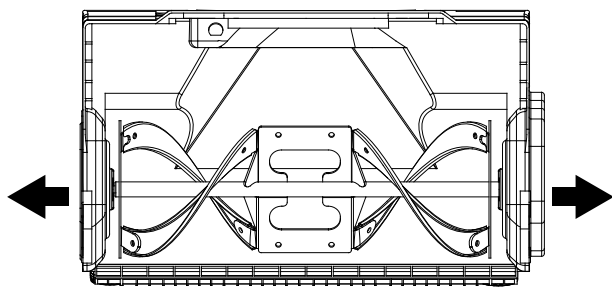

fig. 10
3. Ouvrez les deux couvercles du boîtier principal tel que montré (fig. 10) et retirez le rotor (fig. 11).